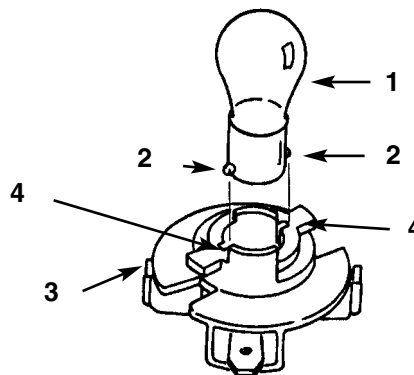

Fig. 20
4. Spingete la lampada e fatela girare in senso antiorario fin quando si ferma (circa 1/4 di giro), quindi toglietela dal portalamпада (Fig. 20).
1. Lo zoccolo della lampada è provvisto di spine metalliche. Allineate le spine con le guide nel portalamпада, ed inserite lo zoccolo nel portalamпада (Fig. 20). Spingete la lampada e giratela in senso orario fin quando non si ferma.